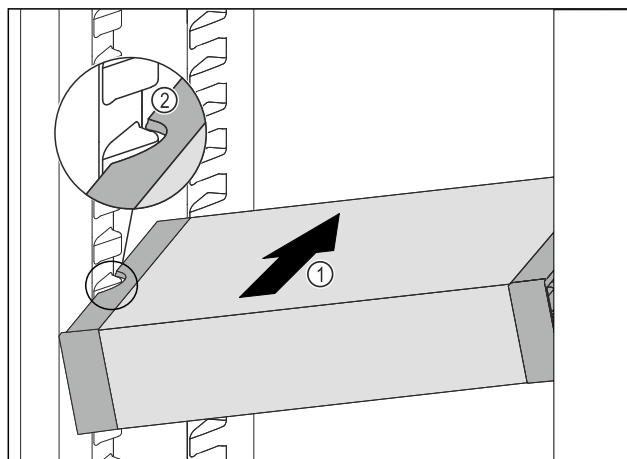

Fig. 95
- Inserire VarioSafe ad angolo nel vano frigorifero Fig. 95 (1), fino a quando le cavità laterali Fig. 95 (2) di VarioSafe non si trovano al livello della nervatura del contenitore nel vano frigorifero.